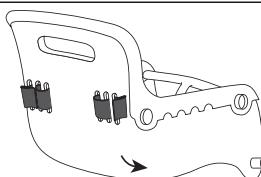

Figure 10
3. Chacune des extrémités de la ceinture doit ressortir par l'arrière du dossier comme illustré. Tirez sur les extrémités pour bien sécuriser. (Voir Figure 10)